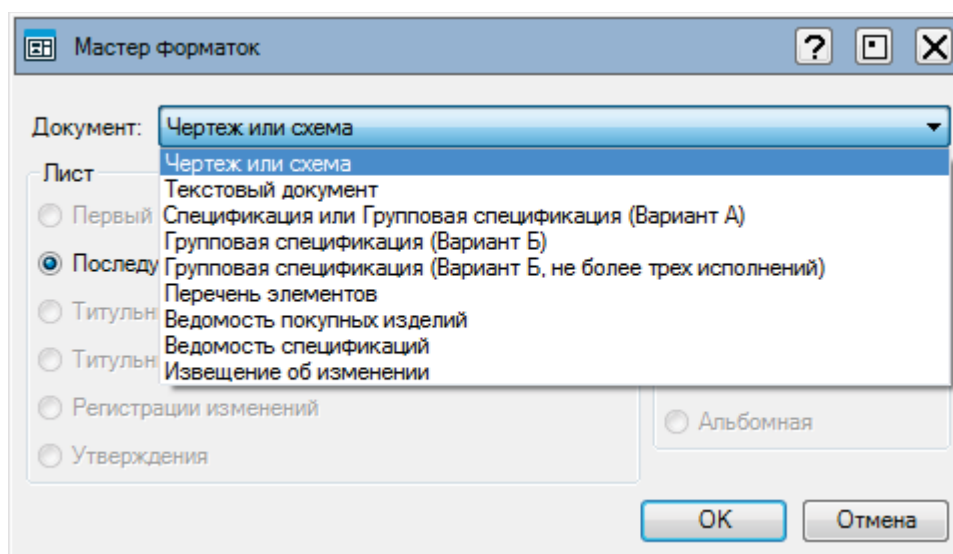

Рис. 36 – Виды документов, доступных для выбора в Мастере форматок DProp
- **Документ** – выпадающий список с выбором вида создаваемого документа (рис. 36).